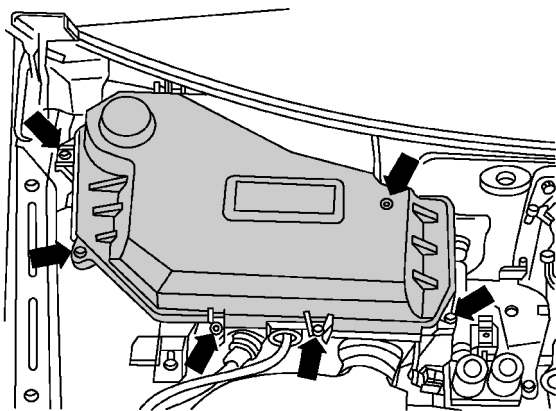

图 1-5-72 拧出螺栓
(8) 拧出螺栓(见图 1-5-72 箭头)并取下电控箱盖。